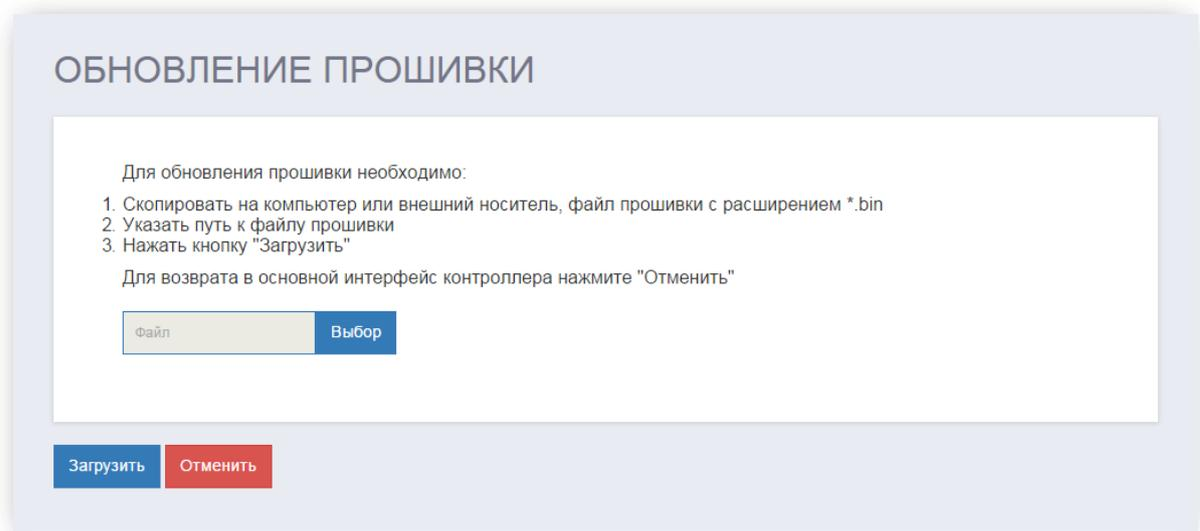

Рисунок 4.2 – Окно обновления ПО контроллера
2. В появившемся окне (рисунок 4.2) укажите путь к файлам обновления ПО с расширением *.bin и нажмите **Загрузить**. Начнётся процесс обновления ПО контроллера.